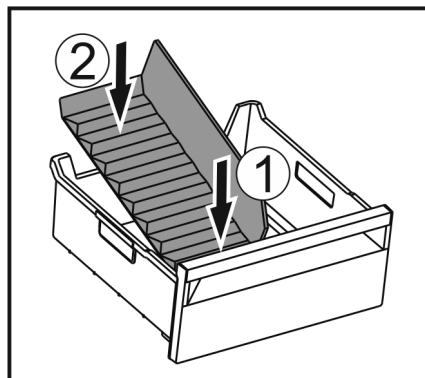

Fig. 100
- ▶ Vložte prednú časť oddelovača zásuvky na ľad. Fig. 100 (1)
- ▶ Spustite zadnú časť oddelovača zásuvky na ľad až na dno zásuvky. Fig. 100 (2)